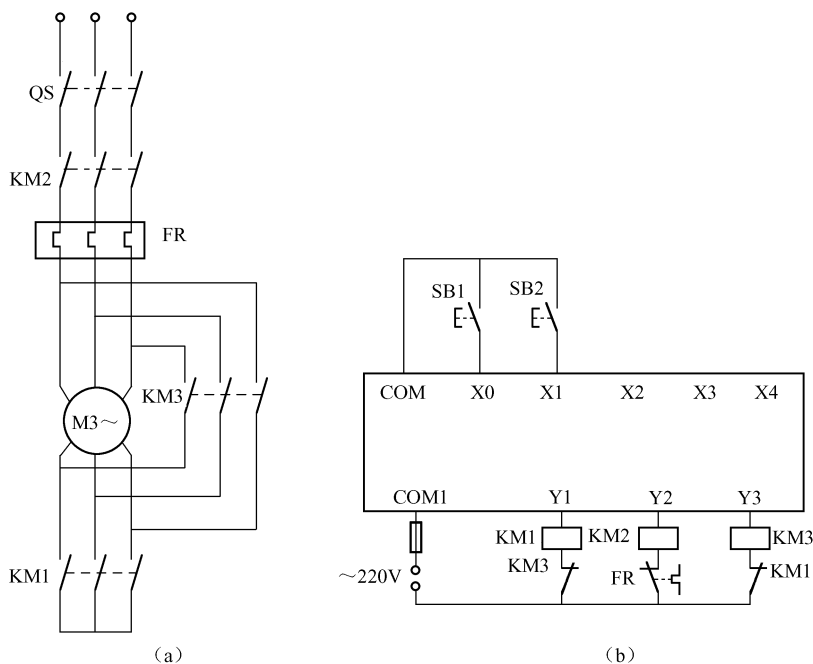

图 3-22 三相交流异步电动机 Y - Δ 启动控制主电路及 PLC 接线图
**【例 3.5】**如图 3-22 (a) 所示为三相交流异步电动机 Y- $\Delta$ 启动控制的主电路。在按下启动按钮时，首先使接触器 KM1、KM2 的常开触点闭合，电动机以 Y 形接法启动。5 秒后，断开 KM1，接通接触器 KM3 的常开触点，使电动机以 $\Delta$ 形接法运转，注意此处的 KM1、KM3 的硬件互锁。当按下停止按钮时，电动机停止运行，要求用 PLC 控制三相交流异步电动机 Y- $\Delta$ 启动，画出控制电路接线图，并写出梯形图。
**解：**根据控制要求，PLC 接线图如图 3-22 (b) 所示，进行 I/O 端口分配，如表 3-2 所示。